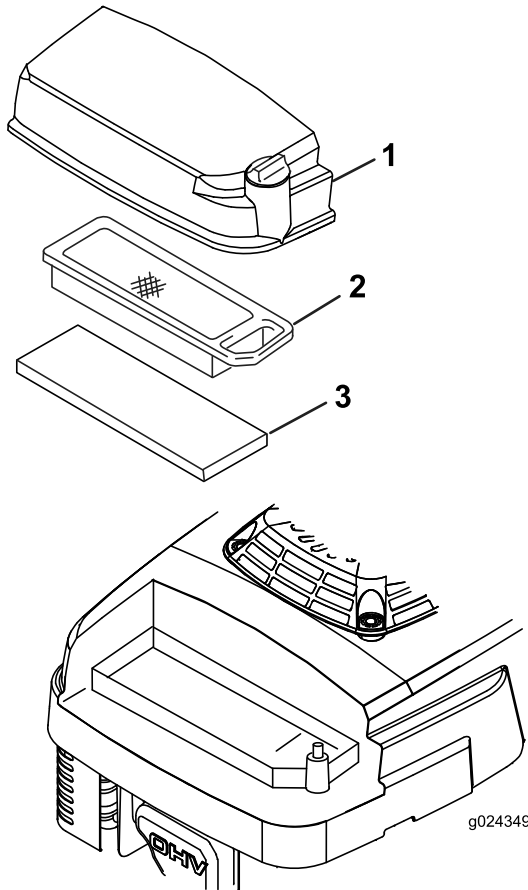

Figura 17
3. Afloje el tornillo de la tapa del limpiador de aire (Figura 17).
5. Retire e inspeccione el filtro de aire de papel (Figura 17), y cámbielo si está excesivamente sucio.
6. Retire el pre-limpiador de gomaespuma (Figura 17) y lávelo con un detergente suave y agua, luego séquelo apretando suavemente con un paño.